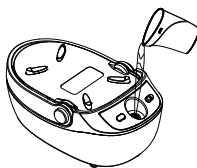

Fig.6
- Encha a caldeira de água num máximo de 850ml. (Fig.6)